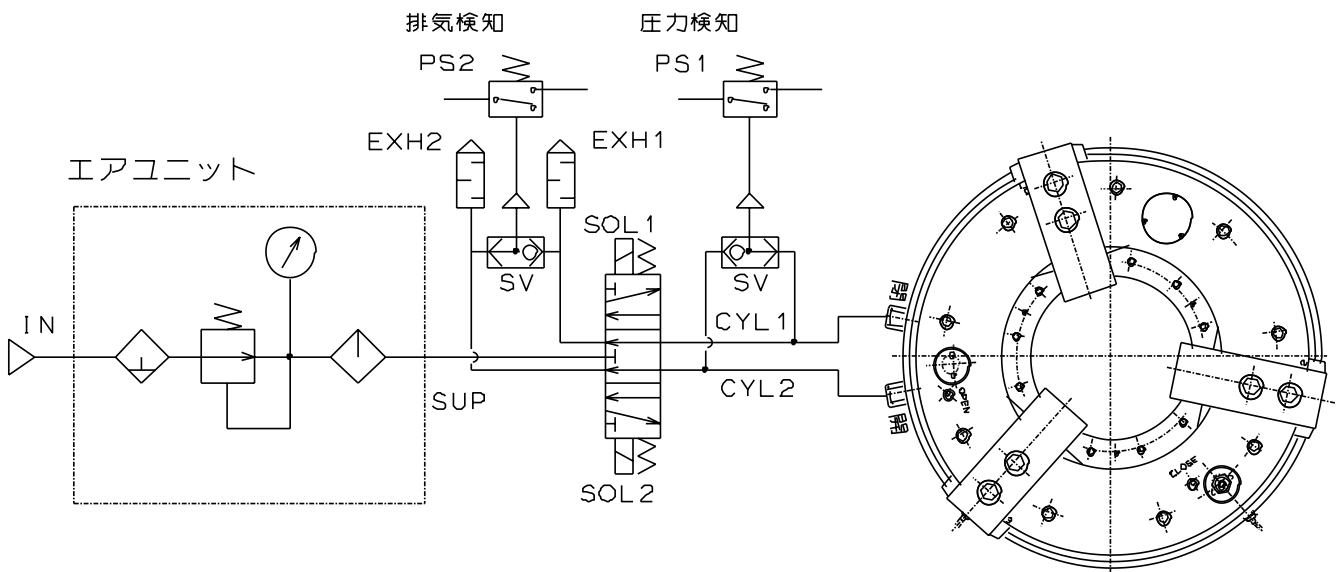

図 17
エア回路は図 17 を参考にして下さい。
- 背圧が立った状態でスピンドルを回転させると、ダイヤフラムパッキンが損傷し、把握力不足により工作物が飛散して危険。図 17 のように排気検知を行い、背圧が立っている場合にはスピンドルを回転させないような回路設計にする必要がある。